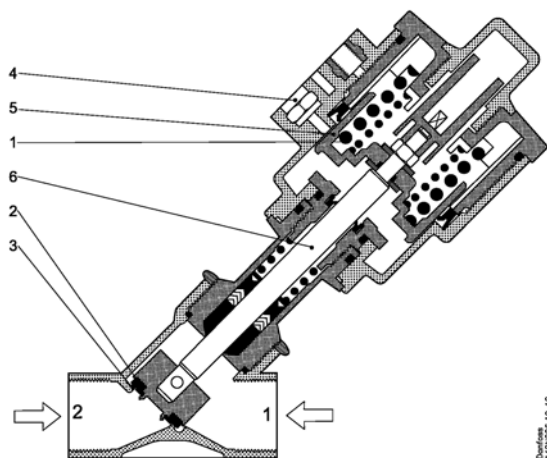

Рис. 1.1.
Клапан (рис. 1.1.) удерживается в закрытом состоянии пружиной (1), которая прижимает упорную прокладку (2) к седлу клапана (3). При подаче давления через присоединение (4) управляющий поршень (5), шпindel (6) и упорная прокладка (2) поднимаются и клапан открывается.